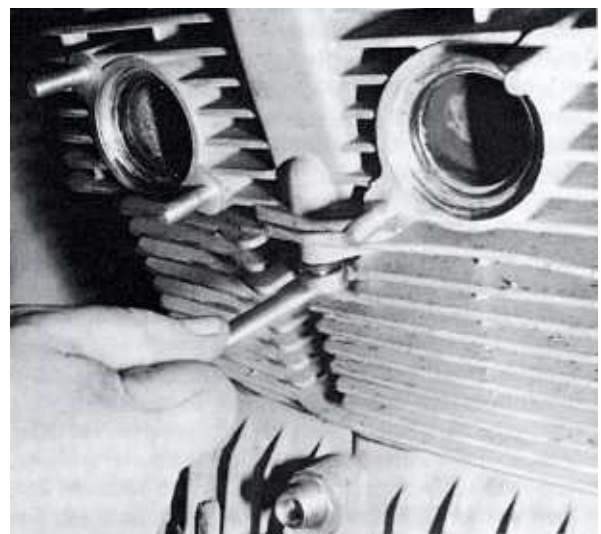
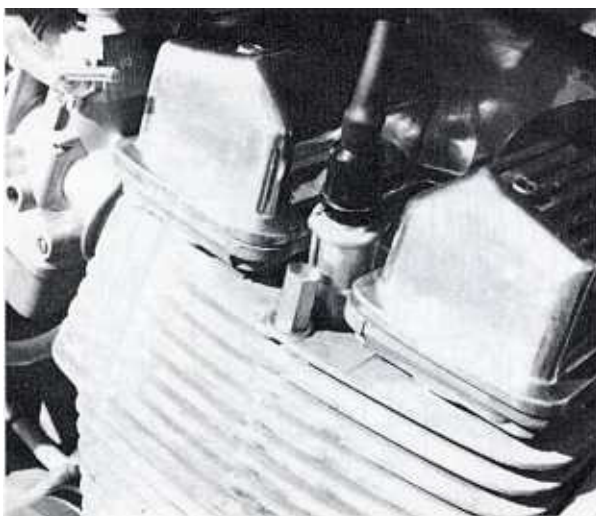

Bild 95
Bild 96
- An der Vorder- und Rückseite des Zylinderkopfes befinden sich am Fuss des Kettenschachtes je eine Stiftschraube, mit der der Zylinderkopf am Zylinderblock befestigt ist. Diese beiden Muttern entfernen (Bild 95). Zum Ausbauen der Nockenwellen wurden bereits die meisten Zylinderkopfmuttern entfernt. Nun müssen noch die acht restlichen Muttern entfernt werden, nämlich zwei an den äussersten Enden des Zylinderkopfes (Bild 96), zwei rechts und vier links vom Kettenschacht, die sechs zuletzt aufgezählten etwa in der Mittellinie des Zylinderkopfes. Die Muttern kreuzweise und in Stufen lösen, so dass keine übermässig beansprucht wird.